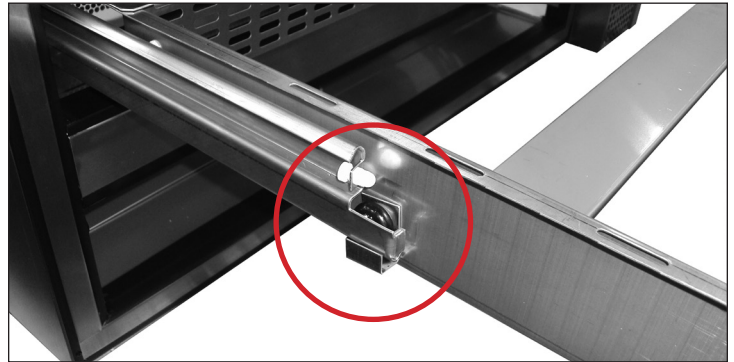

Fig. 1. Ubicación de los clips del rodillo.
3. Gire los clips del rodillo hacia abajo. Véanse figs. 1 y 2.